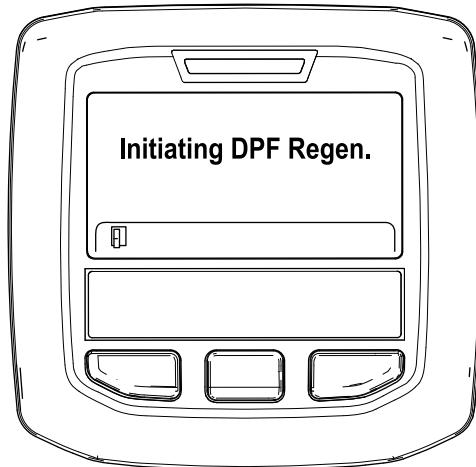

Bild 50
- Die Meldung „Initiating DPF Regen.“ wird angezeigt (Bild 50).